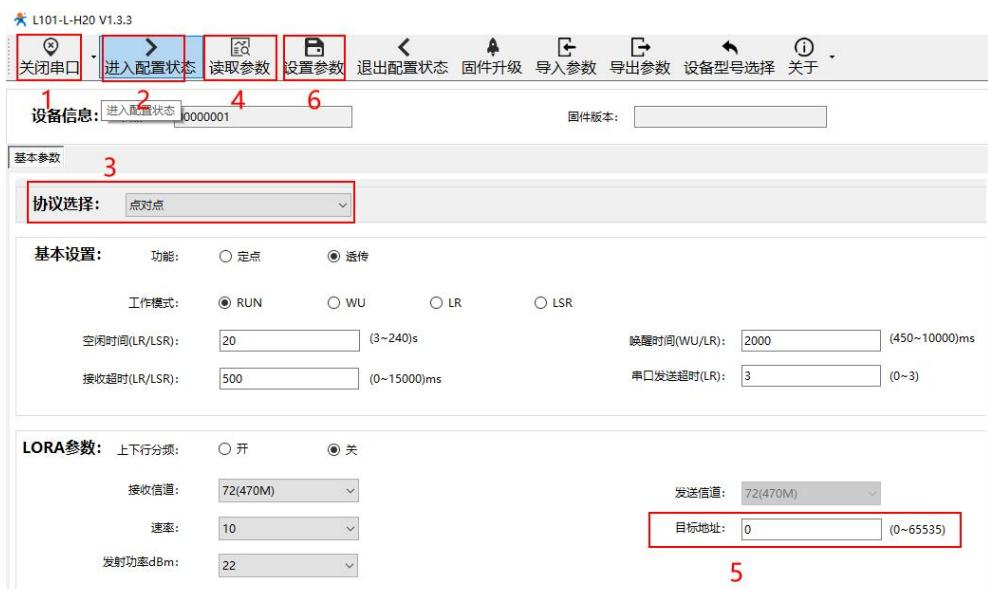

图 1 参数设置
- ① 使用串口分别将模块 A、B 接入 PC 机
- ② 打开 LoRa 设置软件（如图 1），选择 L101-L-H20，依次执行打开串口(115200,8,1,NONE,NFC)、进入配置状态、选择点对点协议、读取参数、配置上表中的参数、设置参数，成功后关闭 LoRa 设置软件。